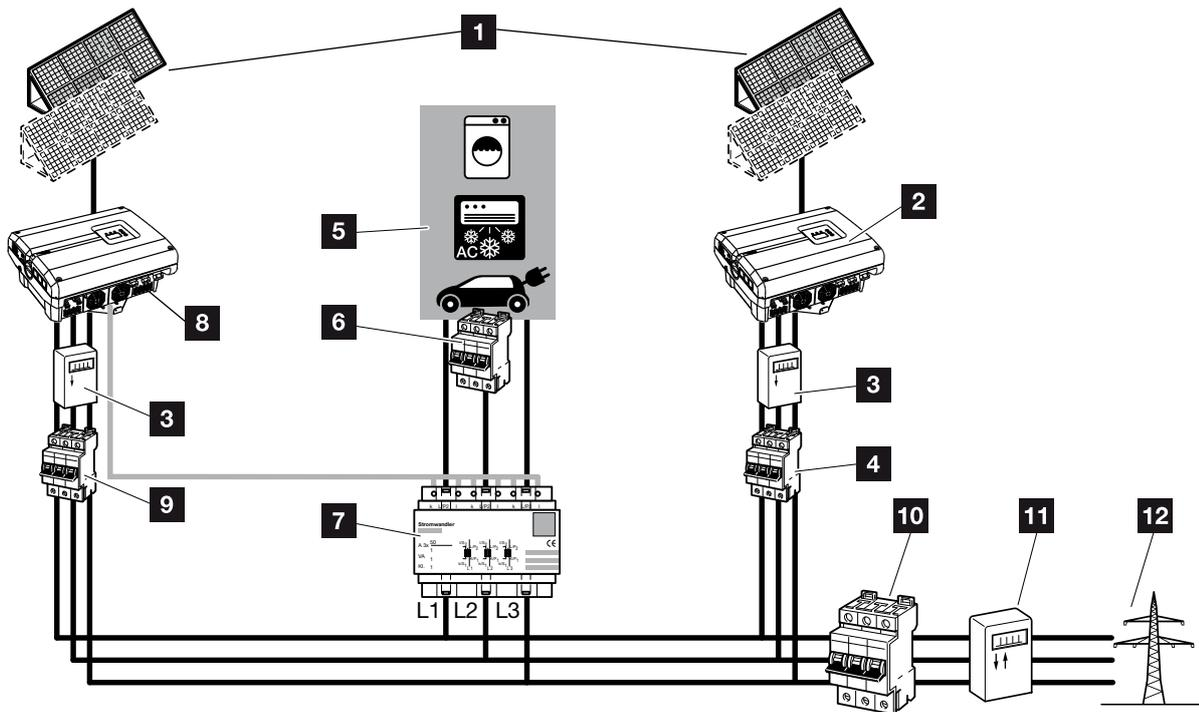
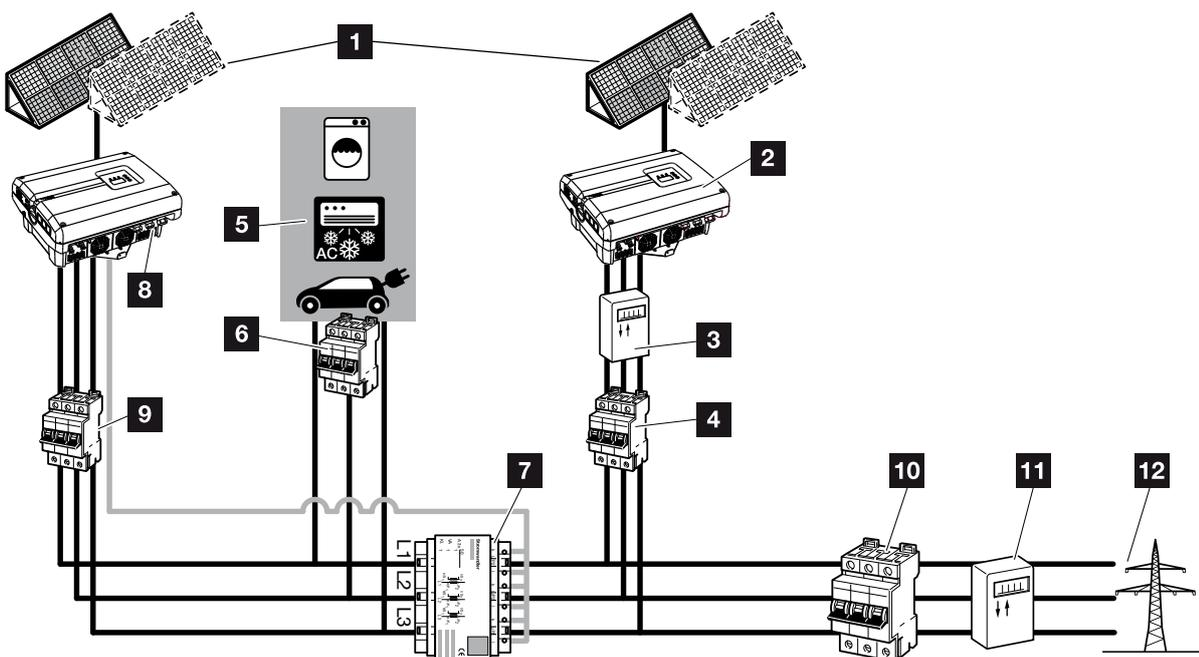

Fig. 77 : Raccordement de plusieurs onduleurs - Position du capteur de courant Mode 1 - Données de consommation domestique (possible à partir du PIKO 4.2)
Fig. 78 : Raccordement de plusieurs onduleurs - Position du capteur de courant Mode 2 - Données de consommation du réseau (possible à partir du PIKO 4.2)
2. Intégrer l'onduleur dans le système comme sur les figures  **Fig. 77, Fig. 78** et le raccorder correctement.